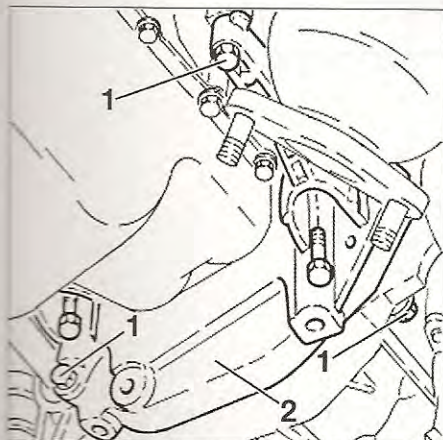

FIG. 3
- Desmontar los tornillos de fijación (1) del separador (2) de la caja de velocidades (fig. 3).
- Retirar el separador (2).
- Montar el pasador (5) de \varnothing 6 mm por el taladro de la caja de velocidades.